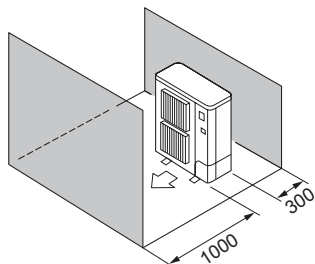

Fig. 2-10
- ⑤ Solo ostacoli anteriori e posteriori (Fig. 2-10)